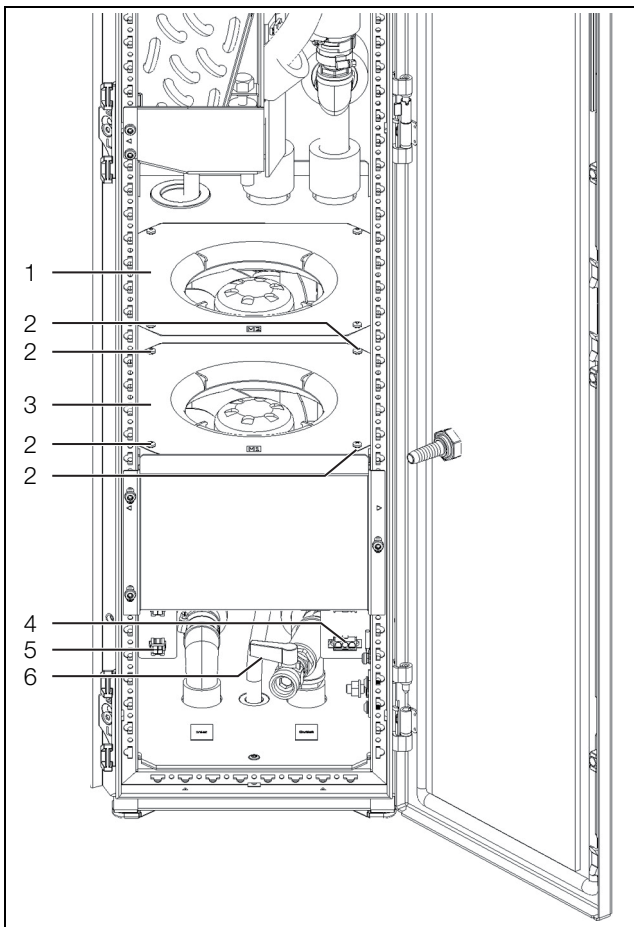

Imagen 22: Cambio del ventilador
- Abra la llave de vaciado (imagen 22, pos. 6).